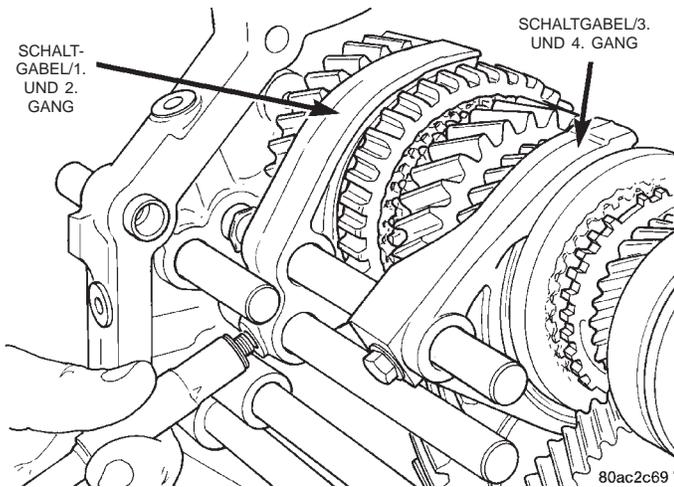

Abb. 87 Fixierschrauben einbauen
(25) Die Sicherungsringe an den hinteren Lagern von Hauptwelle und Vorgelegewelle anbringen.
(26) Die Befestigungsschrauben ansetzen und festziehen, mit denen die Halterung des Umkehrhebels an der Zwischenplatte befestigt wird.
(27) Zur Befestigung der Schaltgabeln an den Schaltstangen neue Fixierschrauben verwenden (Abb. 87).